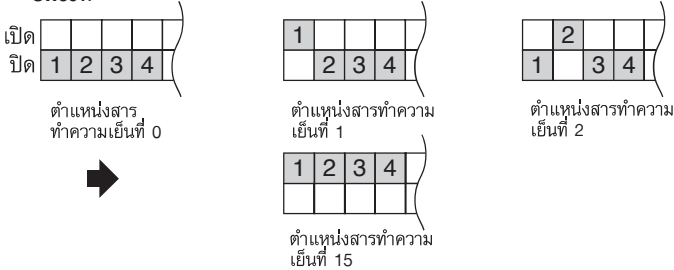

Fig. 6-15
- SW501-No.1-4: ตำแหน่งสารทำความเย็น (Fig. 6-15)